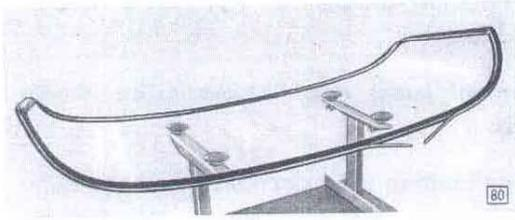
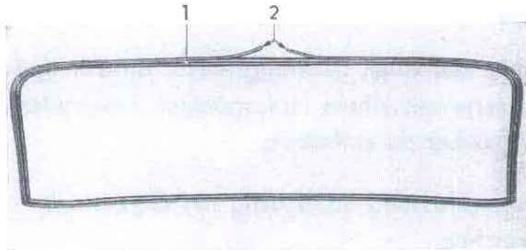

Bild 7 - Gummischnur als Montagehilfsmittel in Gummifassung eingelegt – Windschutzscheibe
Bild 8 - Gummischnur als Montagehilfsmittel in Gummifassung eingelegt – Rückwandscheibe
- In Gummifassung als Montagehilfsmittel Gummischnur, die nach dem endgültigen Einbau vom Wageninnern in die Gummifassung eingelegt wird, in die Lippe, in die sich der Karosseriesteg einsetzt, einlegen. Hierbei etwa in der Mitte der Windschutzscheibe unten (Bild 7) oder Mitte Rückwandscheibe oben (Bild 8) beginnen. Gummischnur vorher leicht mit Glycerin bestreichen.